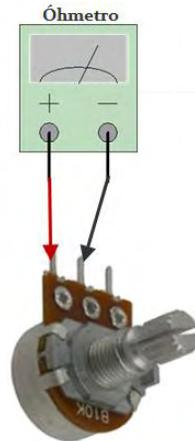

Figura 4.12. Medir la resistencia del potenciómetro.
- 3.4 Ajuste el potenciómetro para proporcionar un voltaje V_{CE} de 5 V. Mida la resistencia del potenciómetro y anótela en R_p . Nota: Para medir la resistencia del potenciómetro guíese en la figura 4.12